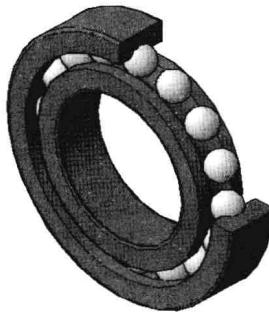

图 9-5-7
(4) 在“建模”面板中单击“旋转”按钮 ，单击两个面域，按 Enter 键；依次捕捉并单击图形的中心线的端点 A 和 B，确定旋转轴的起点和终点位置，按 Enter 键，面域分别旋转 360 度和 270 度，旋转实体如图 9-5-7 所示。